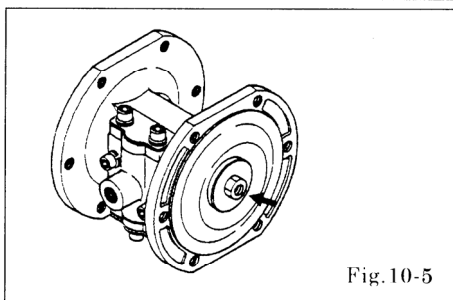

Fig.10-5
- ・センターロッド両端のナット 2 箇所を外す。[Fig.10-5]
- ・片側のナットが外れたところで片側のセンターディスク、ダイアフラムを取外してください。[Fig.10-5]